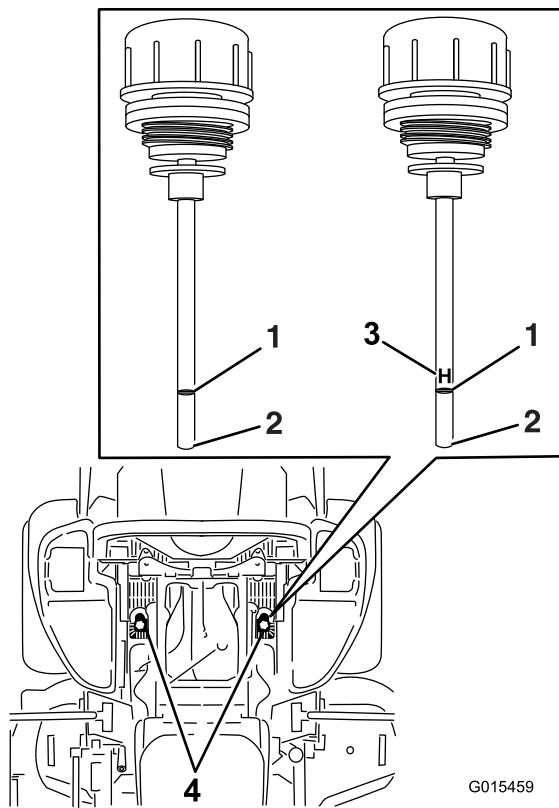

Figura 85
6. Limpie la zona alrededor de las varillas de los depósitos de los sistemas hidráulicos (Figura 85).
7. Retire una varilla del depósito de aceite hidráulico (Figura 85).
9. Retire la varilla e inspeccione el extremo (Figura 85). Si el nivel de aceite está en la marca Add (añadir), vierta lentamente en el depósito hidráulico sólo la cantidad de aceite necesaria para que el nivel llegue hasta la marca de Lleno o **H**.